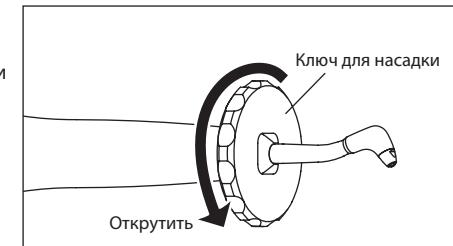

Рис. 7
- 3) Снимите насадку с помощью ключа для насадки (Рис. 7).